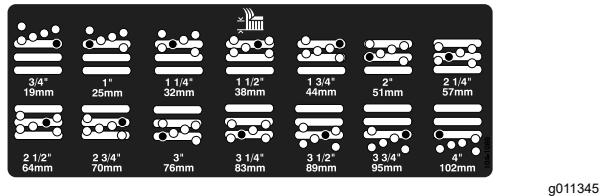

Figure 4
- Placez la chambre à la hauteur de coupe voulue et mettez l'entretoise dans le trou et la fente correspondant à la hauteur de coupe désignée (Figure 4)